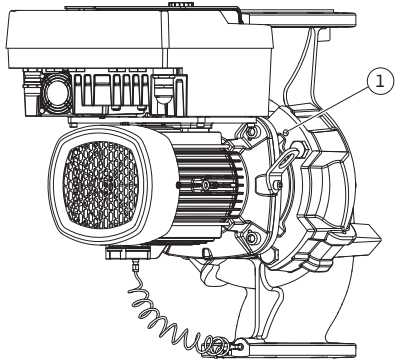

Fig. 11: Moottori-juoksupyöräyksikön painaminen ulos kierrereikien kautta (pumpputyypistä riippuen)
5. Irrota moottori-juoksupyöräyksikkö (katso Fig. 4) pumpun pesästä. Pumpputyypistä riippuen (katso Fig. I...III) on olemassa erilaisia tapoja: Pumpputyypissä Fig. I avataan ruuvit pos. 29. Paina moottori-juoksupyöräyksikkö irti pumpun pesästä. Käytä pumpputyypeissä Fig. II ja Fig. III tähän tarkoitukseen kahta kierrereikää (Fig. 11, pos. 1). Käytä tässä sopivia, asiakkaan toimesta hankittavia ruuveja (esim. M10 x 25 mm).
5. Paina moottori-juoksupyöräyksikkö (katso Fig. 4) ulos pumpun pesästä. Käytä siihen kahta kierrereikää (katso Fig. 11). Irrota kiinnitys kiertämällä sopivan pituiset M10-ruuvit kierrereiin.
7. Irrota kaksi suojalevyn lukitusruuvia (Fig. II, pos. 27) ja poista suojalevy.
8. Vie kiintoavain, jonka avainväli on 27 mm, tiivistelaipan ikkunaan ja pidä akselia avainpintojen välissä (Fig. II, pos. 16). Irrota juoksupyörän mutterit (Fig. II, pos. 22). Vedä juoksupyörä (Fig. II, pos. 21) sopivalla ulosvetimellä akselilta.
9. Irrota paine-eroanturin kiinnityslevy (Fig. I, pos. 13) moottorilaipasta avaamalla ruuvi (Fig. II, pos. 10). Jätä paine-eroanturi (Fig. I, pos. 8) kiinnityslevyineen (Fig. I, pos. 13) riippumaan paineenmittausjohtoihin (Fig. I, pos. 7). Irrota tarvittaessa elektroniikkamoduulissa olevan paine-eroanturin liitäntäkaapeli.
10. Avaa ruuvit (Fig. II, pos. 10 ja pos. 10a).
11. Irrota tiivistelaippa kaksivartisella ulosvetimellä (yleisvetimellä) moottorin keskiöintiosasta ja vedä se pois akselistä. Liukurengastiiviste (Fig. I, pos. 25) irtoaa samalla. Vältä tiivistelaipan kääntymistä kulmittain väärään asentoon.
12. Jos liukurengastiiviste on vaurioitunut, paina liukurengastiivisteeseen vastarengas (Fig. I, pos. 26) pois tiivistelaipassa olevasta kiinnityskohdasta. Aseta tiivistelaippaan uusi vastarengas.